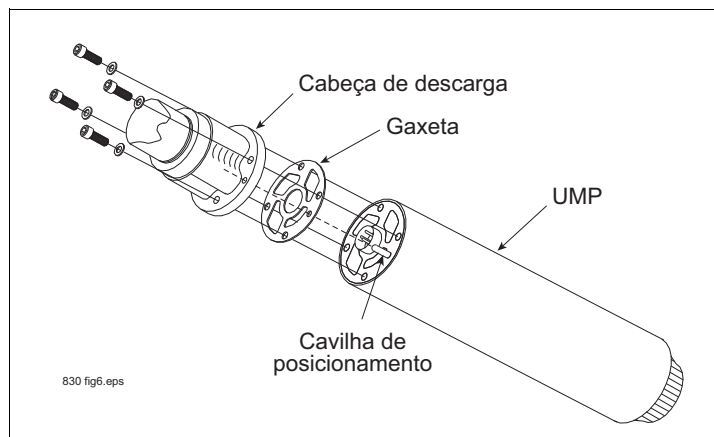

Figura 8. Alinhamento da gaxeta da UMP
2. Coloque a nova gaxeta na nova UMP de modo que todos os orifícios fiquem alinhados (consulte a Figura 8).
4. Instale os parafusos de retenção da UMP e as arruelas de pressão (consulte a Figura 8). Encaixe e, em seguida, aperte os parafusos usando uma técnica de padrão cruzado. Torque de 11 N•m (7 pés-lb).